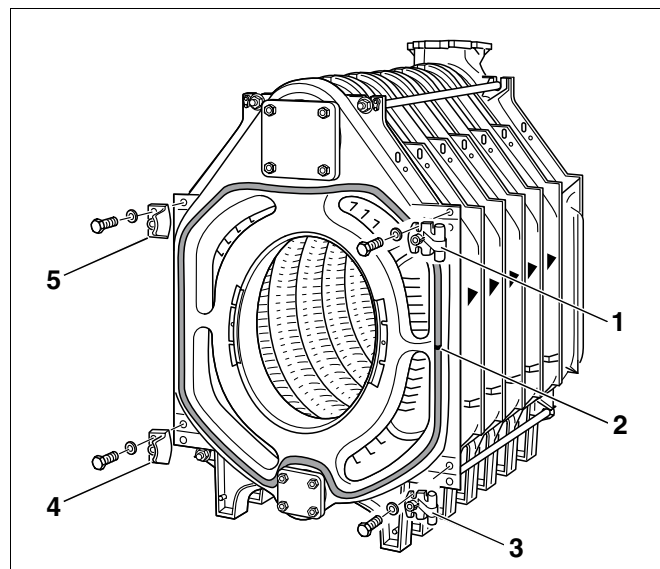

Fig. 31 Montering av hengselhaker og lukkelister
- Påfør noen dråper Silastik-lim med en avstand på 15–20 cm i pakningsnotene (Fig. 31, **Pos. 2**) på forelementet (Fig. 31).
- Legg GP-pakningsnoren inn i pakningsnoten på forelementet. Pakningsnorens skjøt skal ligge på siden (Fig. 31, **Pos. 2**).
- Skru hengselhakene (høyrehengsling) fast til forelementet ved hjelp av 2 maskinskruer M12 × 55 (Fig. 31, **Pos. 1 og 3**). For venstrehengsling skal hengselhakene monteres på samme måte på venstre side.
- Skru lukkelistene med støtteflater for brennerdøren (høyrehengsling) fast til forelementet med 2 maskinskruer M12 × 55 (Fig. 31, **Pos. 4 og 5**). Ved venstrehengsling skal lukkelistene monteres på samme måte på høyre side.